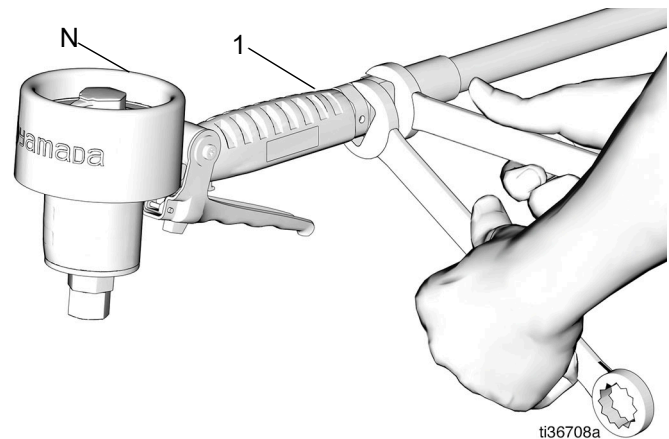

図 3
メーターの設置 (図 3)
1. 既存の設置については、メーター (N) を交換してください:
- b. 反対方向に作用する 2 本のレンチを使用して、メーターおよびホース金具を緩めてください (図 3)。
- c. ホースからメーター (N) を外します。